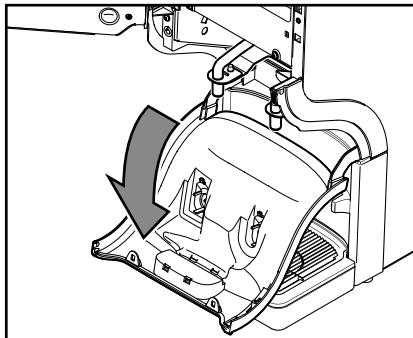

Рис. 43
- c. Откинуть вниз крышку, закрывающую выпуски для напитков. (Рис. 43)